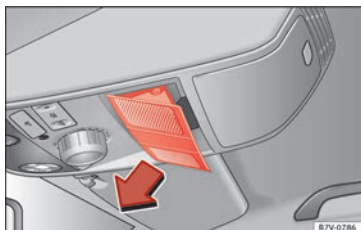

Fig. 201 En el revestimiento interior del techo: retire la cubierta.
- Retire la cubierta en dirección de la flecha » **fig. 201.**